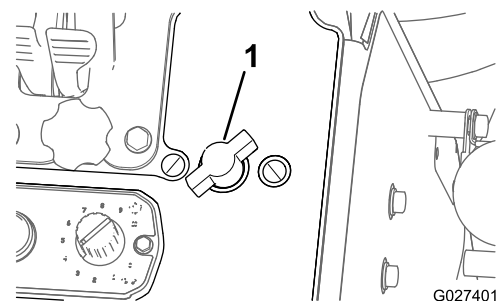

Figure 47
- Pour accroître la pression de la pompe à l'applicateur manuel, tournez la commande de pression de l'applicateur dans le sens antihoraire (Figure 47).
- Pour réduire la pression à l'applicateur manuel, tournez la commande dans le sens horaire (Figure 47).
- Pour couper la pression à l'applicateur, tournez la commande de pression dans le sens horaire jusqu'à ce que la vanne de la commande soit fermée (Figure 47).
6. Tournez la commande de pression de l'applicateur manuel dans le sens horaire à la position ARRÊT (Figure 47).